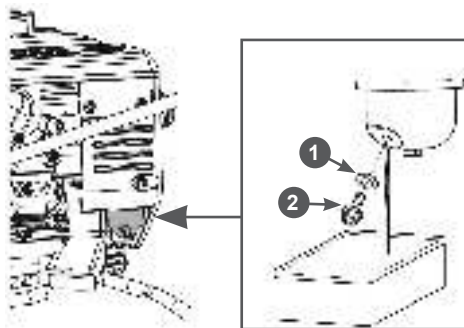

Рис. 40 Слив топлива с карбюратора
2. Установите под карбюратор подходящую емкость (Рис. 40).
3. Открутите болт 2 сливного отверстия и слейте топливо из поплавковой камеры карбюратора (Рис. 40).